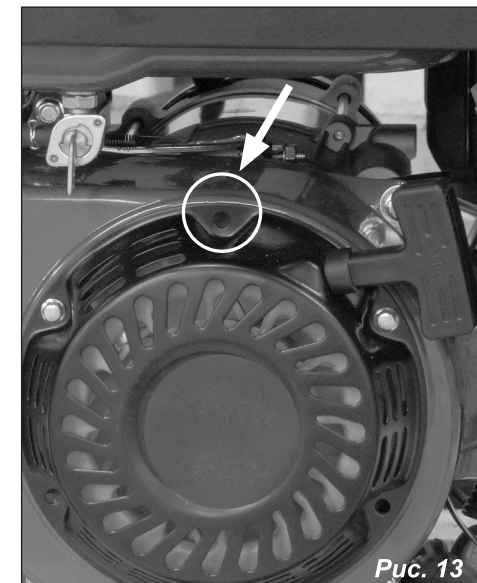

Рис. 13
4. Проверните несколько раз коленчатый вал двигателя, чтобы масло равномерно распределилось, затем установите свечу зажигания. Медленно тяните ручку стартера, пока не почувствуете сопротивление. Продолжайте тянуть, пока паз на шкиве стартера не поравняется с отверстием на механическом стартере (рис. 13). В этой точке впускной клапан и выпускной клапан закрыты, и это поможет защитить двигатель от внутренней коррозии.